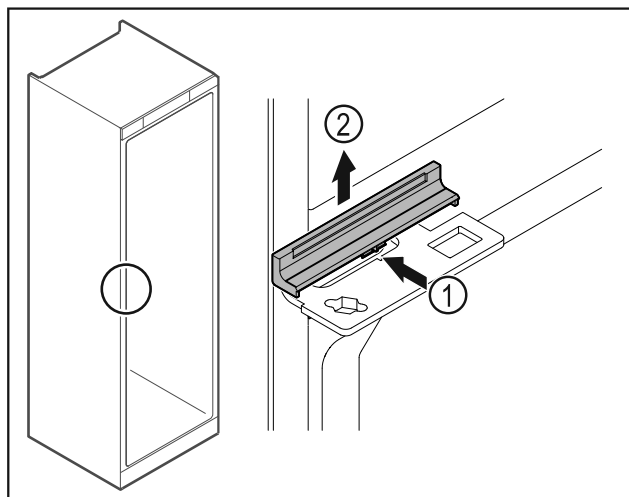

Fig. 38
- Presionar ligeramente la cubierta Fig. 38 (1) por el centro y retirarla hacia arriba Fig. 38 (2).